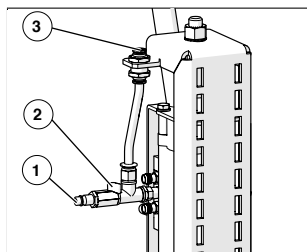
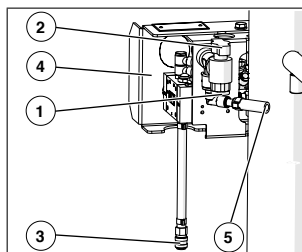
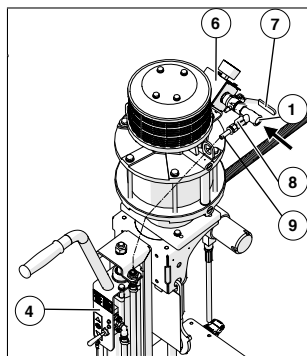
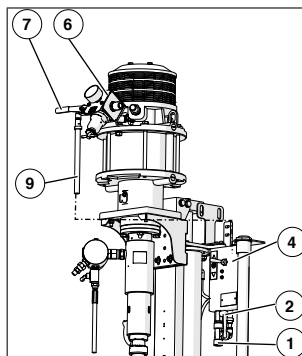

Fig. 25: Conexión de aire comprimido en el elevador monocolumna
Fig. 26: Conexión de aire comprimido en el elevador bicolumna
Fig. 27: Conexión de aire comprimido en el elevador monocolumna en combinación con el motor neumático ≥ 200 , carrera 410 mm
Fig. 28: Conexión de aire comprimido en el elevador monocolumna en combinación con el motor neumático ≥ 200 , carrera 410 mm
2. Conecte la línea de aire comprimido a la conexión de aire comprimido de la máquina. La conexión de aire comprimido se encuentra en la unidad de regulación del elevador (Fig. 25 y Fig. 26). Una excepción es el uso del elevador en combinación con un motor neumático ≥ 200 . Aquí es donde se conecta el aire comprimido a la entrada de aire del motor neumático, se libera y se bloquea (Fig. 27 y Fig. 28).